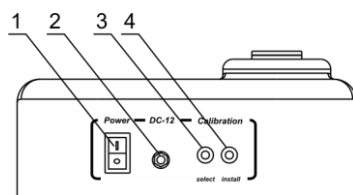

Figure 1. Rear panel
- 4.3. **Installazione.** Inserire l'alimentatore esterno nella presa da 12V situata sul lato posteriore dell'unità (fig.1/2). Posizionare l'unità su un piano di lavoro orizzontale e liscio.
- 4.4.1. Accendere (posizione I) l'unità con l'interruttore **Power** (Fig.1/1) situato sul pannello posteriore.
- 4.4.2. Premere il pulsante **Select** (fig.1/3) sul pannello posteriore. Quando sul display compare l'indicazione lampeggiante con il numero "0,5", significa che l'unità è pronta per salvare il valore di calibrazione del primo punto 0,5 McF.
- 4.4.4. Premere il pulsante **Install** utilizzando uno spillo (fig.1/4). Il primo punto "0,5" verrà salvato nella memoria dell'unità e verrà visualizzato il successivo valore di calibrazione, indicazione lampeggiante del numero 1,0.
- 5.2. Accendere l'unità con l'interruttore Power (Fig.1/1) situato sul pannello posteriore (posizione I).